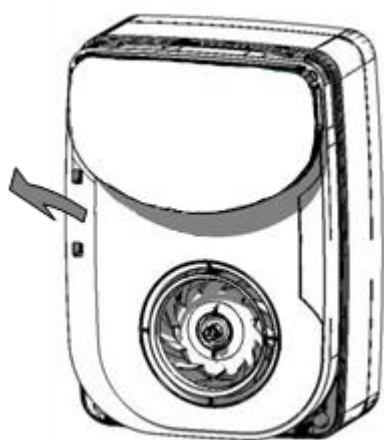
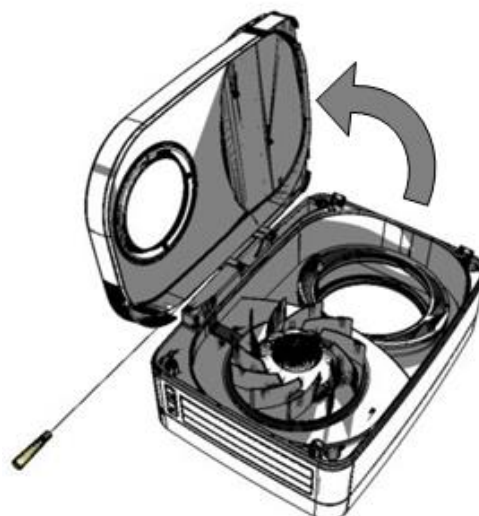

Figura 27
Figura 28
2. Sollevare dove indicato per attivare le cerniere (Figura 27) e aprire lo sportello (Figura 28).